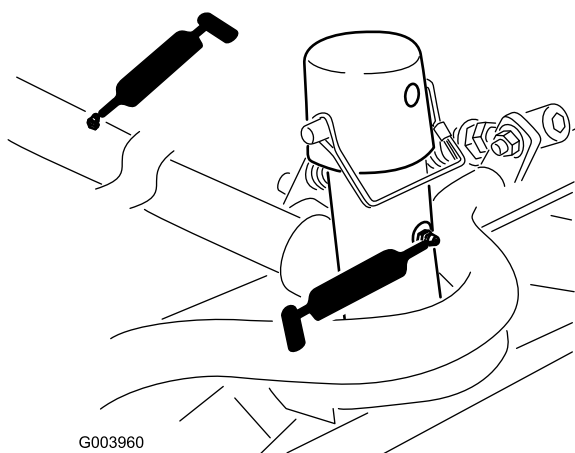

Bild 109
- Mähwerkträgerrahmen und Drehzapfen (2) (Bild 109)